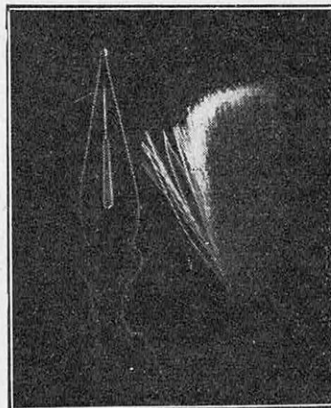

FIG. 14. — DESSIN D'UNE PLUME ET D'UN PINCEAU OBTENU PAR PROJECTION PAR LUMIERE DIFFRACTÉE
*Au sortir du condenseur de la lanterne, l'ouverture rectangulaire AB peut être considérée comme source de lumière. La lentille L en donne une image réelle A'B', et sur l'écran E, plus éloigné, une tache éclairée. On place alors en A'B' une lame opaque de la dimension de A'B' ; elle arrête toute lumière et l'écran E redevient sombre. Ceci réglé, on intercale entre AB et L un corps opaque CD. Les rayons lumineux passant près du contour de cet objet sont diffractés. La lentille fait converger ces rayons en C' (E et CD doivent être dans deux plans conjugués par rapport à L). On voit donc sur E un dessin ou trait lumineux qui suit le contour de l'objet (voir fig. 14).*